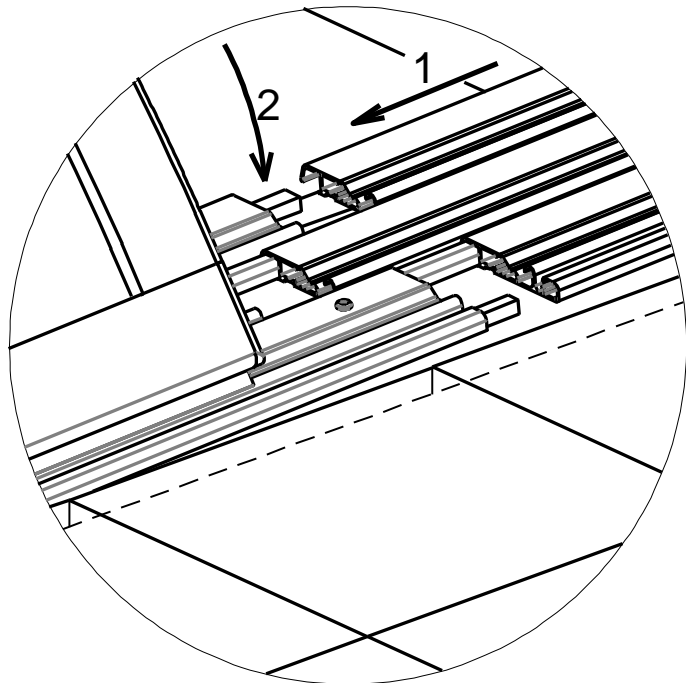

Bild 106
- 4) Anstecken des zweiten Teils der Schiene auf die teilweise verankerte (Bild 106) und den Vorgang laut Punkt 1.8. wiederholen.